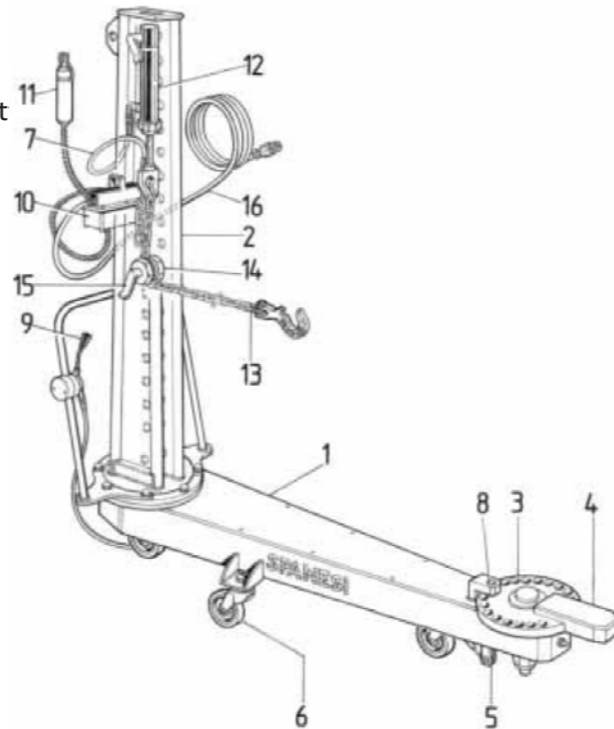

ABBILDUNG 3: Ausrichtbarem Zugarm
Die grundsätzlichen Teile des Zugsystems mit Zugarm sind (Abb. 3):
Das **ausrichtbare Zugarm** (Abbildung 3) besteht grundsätzlich aus einem Ständer (2), am horizontalen Körper befestigt und in der Ebene ausrichtbar. Der Ständer wird unter Spannung gesetzt durch einen einfach wirkenden ölhydraulischen Hebebock, abgedeckt mit Schutzgehäuse (12 - Abb.3).
Die lufthydraulische Pumpe kann über die in der Werkstatt bestehende Pressluft oder über einen tragbaren Kompressor über die Schlauchleitung (16) gespeist werden. An der unter Zug zu setzenden Fahrzeugkarosserie wird eine angemessen resistente Kette (13 - Abb. 3) eingehakt, die wiederum an der Kettenrolle (14) festgemacht wird.